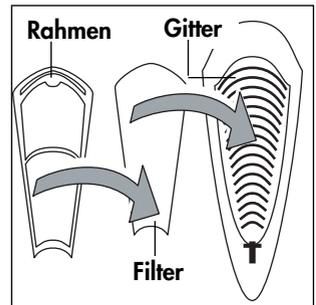

Abb. 16
- 1) Den Filter so positionieren, dass die dunkle Seite zum Kunststoffgitter hin gerichtet ist. Danach den Rahmen auflegen (Abb. 16).